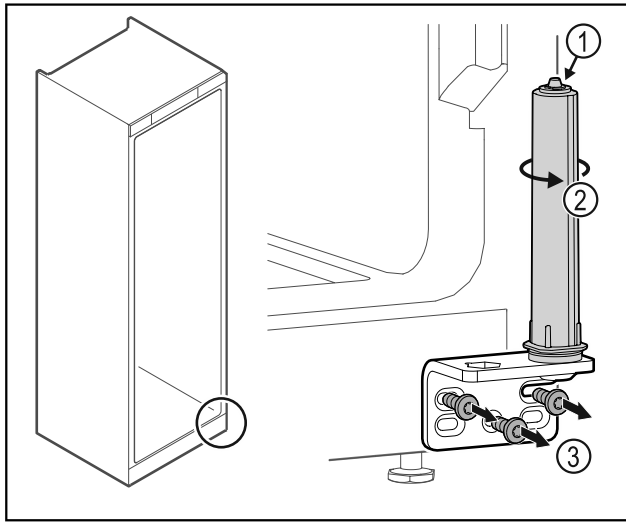

Fig. 37
- ▶ 请勿拆解关门系统 Fig. 37 (1)。
- ▶ 转动关门系统 Fig. 37 (2)，直至听到咔嚓声。
- ▶ 拧下合页角铁 Fig. 37 (3)。